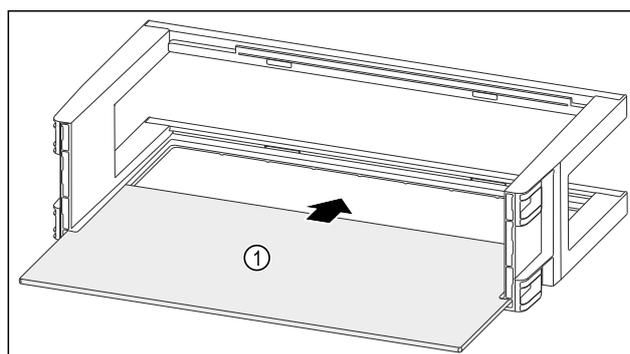

Fig. 117
- Insérer la tablette de rangement Fig. 117 (1) dans les évidements latéraux.